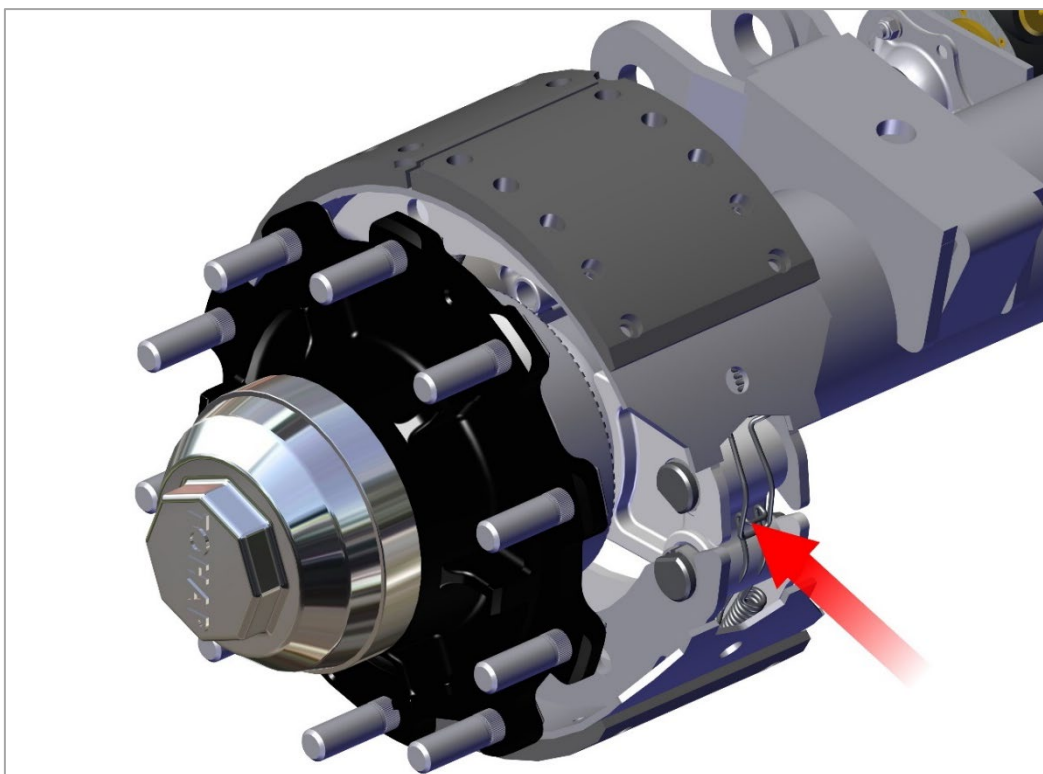

Рис. 15. Зажим пружины
- 3) Используя отвёртку, освободите зажим пружины из тормозной колодки. Снимите зажим пружины (рис. 15);